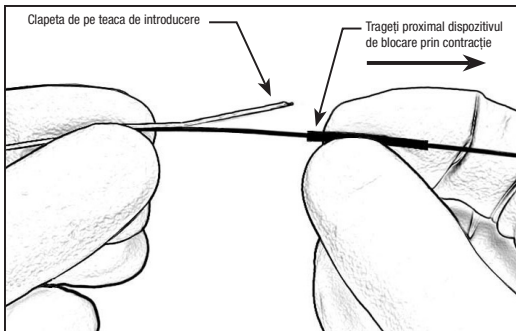

Figura 3 – Tragerea proximală a dispozitivului de blocare prin contracție
16. Țineți dispozitivul imediat distal față de dispozitivul de blocare prin contracție și trageți dispozitivul de blocare prin contracție proximal pentru a expune clapeta de pe teaca de introducere. Consultați Figura 3.